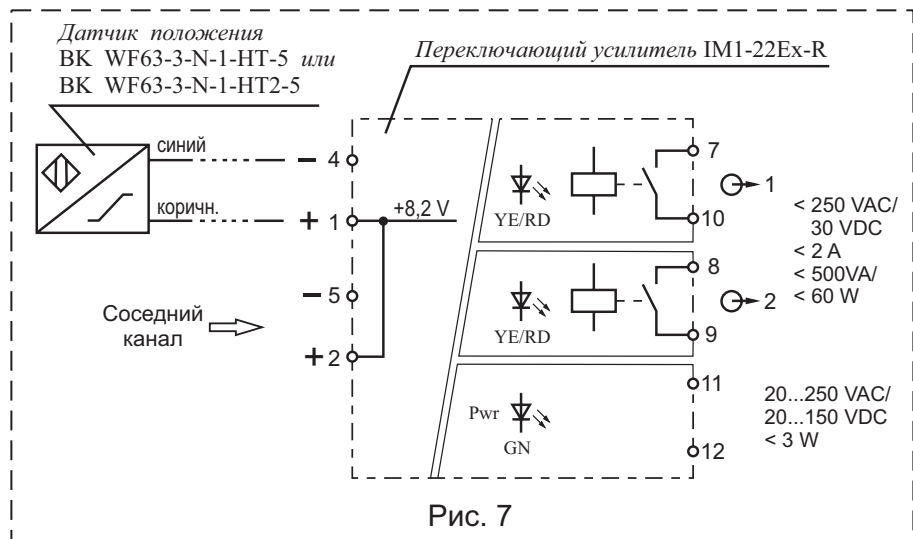

Рис. 7
4.4 Электрический монтаж датчика положения и переключающего усилителя производите в соответствии со схемой рис. 7 и руководством по эксплуатации на датчик положения и переключающий усилитель. Выходное реле переключающего усилителя открывается при срабатывании клапана.